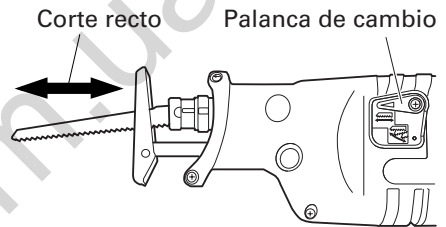
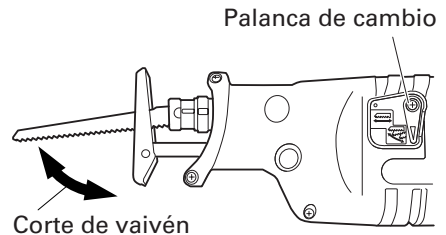
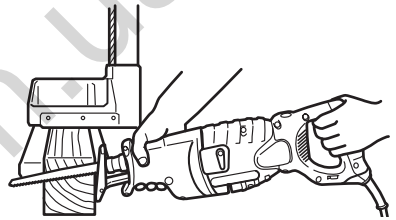

Fig. 14
Fig. 15
Fig. 21
Por un lado el corte recto, en el cual la hoja de sierra se mueve linealmente, y el segundo es el corte de vaivén, en que la hoja de sierra oscila como un péndulo. (Fig. 14, 15)
El corte recto puede realizarse ajustando la palanca de cambio en el sentido de la anchura. Normalmente el corte recto se utiliza para cortar materiales duros como el metal, etc. (Fig. 14)
El corte de vaivén puede realizarse eficientemente dado que la hoja de sierra muerde el material con firmeza (Fig. 15)
- (3) Utilice el cuadrante para ajustar la velocidad de la hoja de sierra a los materiales y a otras condiciones de trabajo.
- (4) Podrá cortar con suavidad si ajusta la posición de la palanca de cambio a corte recto. (Fig. 14)
- (1) Cuando corte madera, cerciórese de asegurar firmemente la pieza de trabajo antes de comenzar. (Fig. 21)
- (2) Podrá cortar con eficiencia si ajusta la velocidad de la hoja de sierra a "5" de la escala del cuadrante.
- (3) Para cortar con eficiencia, se recomienda ajustar la posición de la palanca de cambio a corte de vaivén (Fig. 15). Alternativamente, podrá realizar cortes bien definidos si ajusta la posición de la palanca de cambio a corte recto (Fig. 14).